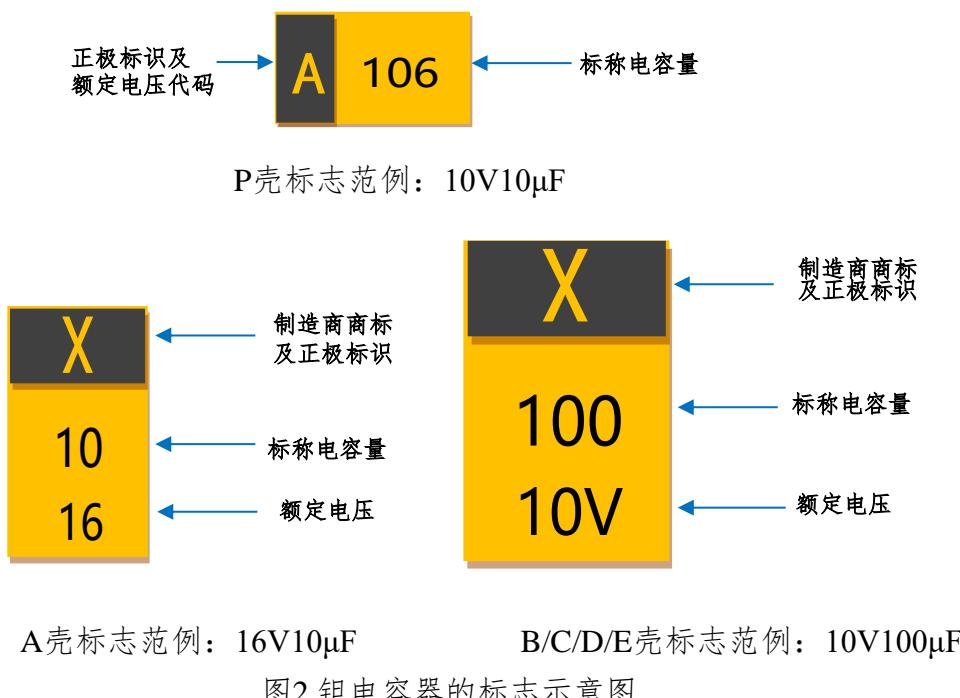

图2 钽电容器的标志示意图
(1) 制造商商标及正极标识
(2) 标称电容量
(3) 额定工作电压
5.2 标志说明 (见图2)